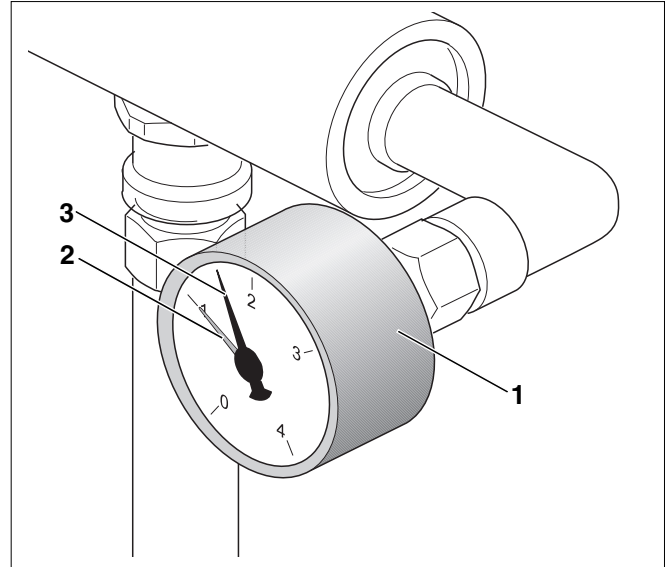

Bild 13 Manometer
Ihre Heizungsanlage ist mit einem Manometer (Bild 13, **Pos. 1**) ausgestattet, an dem Sie den aktuellen Anlagendruck ablesen können.
Bei geschlossenen Heizungsanlagen muss der Manometerzeiger (Bild 13, **Pos. 3**) oberhalb des roten Zeigers (Bild 13, **Pos. 2**) stehen.
Der rote Zeiger (Bild 13, **Pos. 2**) des Manometers muss auf den für Ihre Heizungsanlage erforderlichen Druck eingestellt sein. Ihr Fachhandwerker stellt für Sie den erforderlichen Druck ein.
- ▶ Prüfen Sie, ob der Manometerzeiger (Bild 13, **Pos. 3**) oberhalb des roten Zeigers (Bild 13, **Pos. 2**) steht.
Wenn der Manometerzeiger (Bild 13, **Pos. 3**) unterhalb des roten Zeigers (Bild 13, **Pos. 2**) steht, ist der Wasserdruck Ihrer Heizungsanlage zu gering. Sie müssen das verloren gegangene Heizungswasser mit Ergänzungswasser auffüllen.
- ▶ Öffnen Sie vorsichtig die Wasserzufuhr und den Füll- und Entleerhahn und füllen Sie die Heizungsanlage langsam, bis der Manometerzeiger (Bild 13, **Pos. 3**, Seite 22) oberhalb des roten Zeigers (Bild 13, **Pos. 2**, Seite 22) steht.